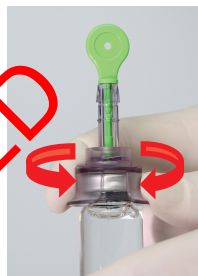

figure 6
- e) Insérez le perforateur de l'adaptateur de remplissage dans le flacon en le tournant jusqu'à son insertion complète, comme illustré en figure 6.